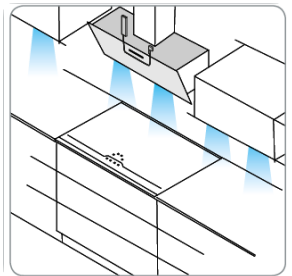

Fig. 6 Koppling till kökets ljussystem.
**Fig. 6** A Accoppiamento con il sistema di illuminazione della cucina Se la vostra cucina dispone di questa tecnologia, potete collegare la cappa e il sistema di illuminazione della cucina per creare un'immagine armonica perfetta dal colore